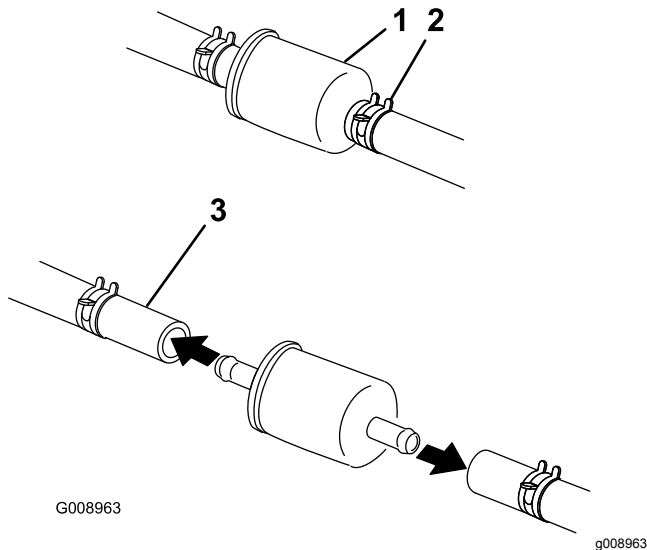

Figure 54
5. Pincez les extrémités des colliers et éloignez les colliers du filtre (Figure 54).
7. Posez un filtre neuf et rapprochez les colliers de fixation du filtre (Figure 54).